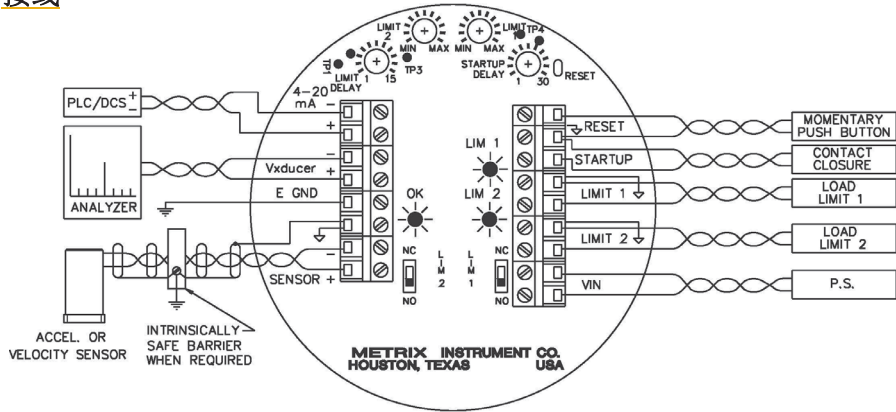

图1: 接线图(LCD 选项未显示)
接线信息请参考图 1。输入电源和开关输出端应使用经认证的 14 AWG (1.5 平方毫米) 或更细规格的导线。
A. 将每台 SM6100 均设置为常闭（N.C.）运行模式（详见图 1）
可选的场效应晶体管（FET）限值输出端为可编程逻辑控制器（PLC）或其他设备的直流输入提供低泄漏开关。请勿用于交流（AC）电源。接线场效应晶体管（FET）时，需注意正确的极性（详见图 1），错误接线会导致场效应晶体管（FET）损坏。与双向可控硅（Triac）相同，通过相应设置限值 1 / 限值 2 开关，可将场效应晶体管（FET）设置为常闭（N.C.）或常开（N.O.）运行模式。
若需要远程复位功能，可将复位端子（详见图 1）连接至远程安装的瞬时常开（N.O.）按钮开关。若适用，需遵守危险区域相关要求。
若安装了可选的 4-20 mA 输出，可按接线图（详见图 1）所示，将其连接至远程接收器。该输出为电流源（15 VDC 供电），无需外部回路电源。满量程电流（20 mA）对应面板上标注的满量程振动响应值，4.0 mA 电流代表零振动状态。最大负载电阻为 600 欧姆。在电气噪声较高的环境中，建议使用屏蔽双绞线电缆。